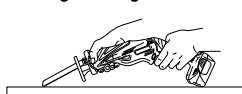
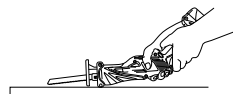

Fig. 25
Fig. 26
Con esta herramienta, podrá realizar cortes de cavidad en madera laminada y en tablas de material delgado. El corte de cavidad se puede realizar con toda facilidad con la hoja de sierra instalada en sentido inverso, tal como se observa en las Figs. 26, 28, y 30. Utilice una hoja de sierra lo más corta y gruesa posible. Para este fin, se recomienda la hoja BIMETÁLICA N° 107 mencionada en la página 51. Asegúrese de prestar atención durante la operación de corte y de proceder de la siguiente manera.
- (1) Presione la parte inferior (o la parte superior) de la base contra el material. Tire del gatillo mientras mantiene la punta de la hoja de sierra separada del material. (Fig. 25, Fig. 26)